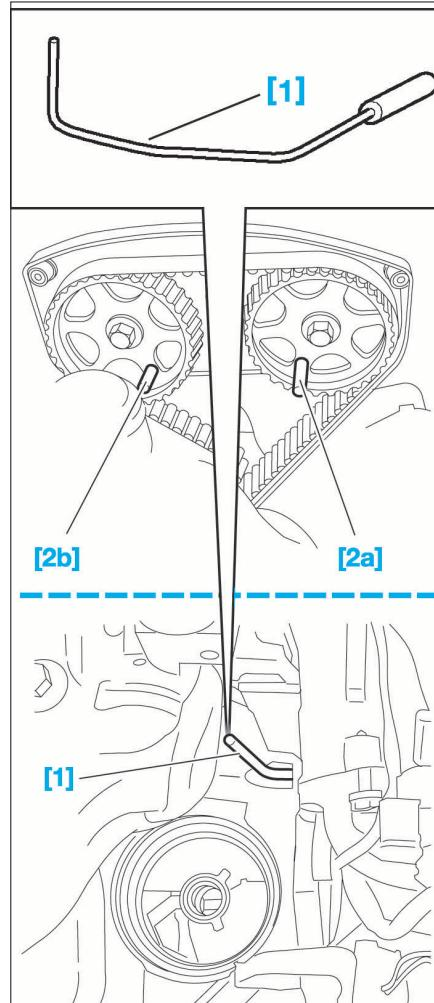

FIG. 19
- [1]. Outil de pigeage du volant moteur (ref : 0132-QY) (Fig.19).
- [2a]. Outil de pigeage d'arbre à cames d'échappement (Fig.19).
- [2b]. Outil de pigeage d'arbre à cames d'admission (Fig.19).
- Tourner le moteur dans le sens normal de rotation par la vis de roue dentée de vilebrequin ou par la roue avant restante en place, rapport de 4° ou 5° engagé, de façon à pouvoir introduire une pique [1] de Ø 6 mm (Fig.19) dans le volant moteur, à travers le bloc-cylindres.